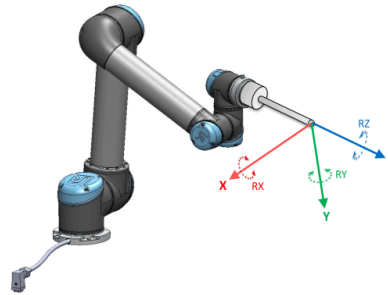

Figura 13.2: Función herramienta (PCH)
- Función *Herramienta*: localizada con origen en el centro del PCH actual (consulte figura 13.2)